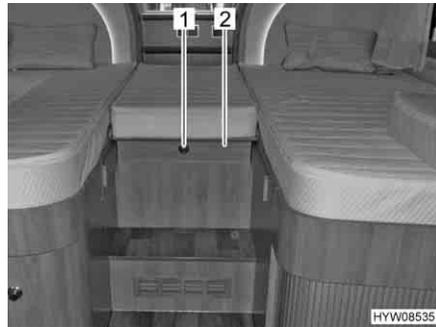

Fig. 98 Letti singoli in coda
- Premere il bottone automatico (Fig. 98,1) e aprire il diaframma (Fig. 98,2).